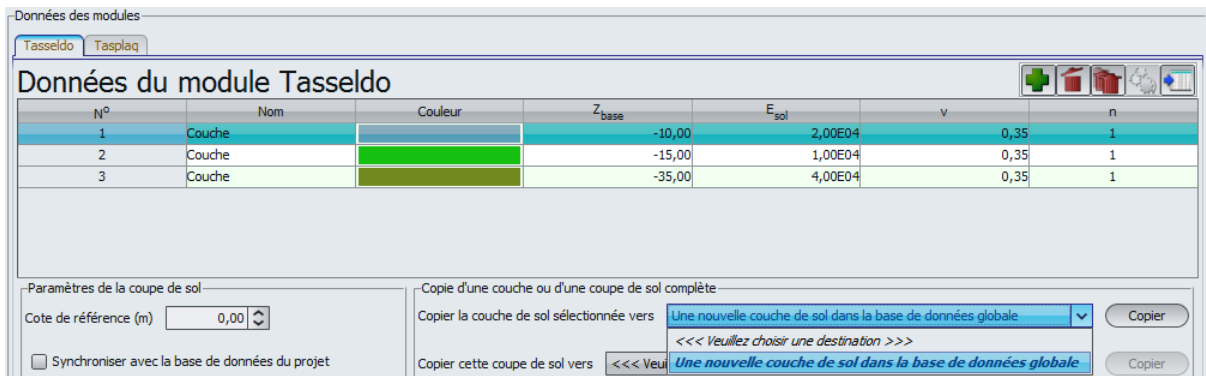

Figure C.46 : Base de données des sols - Option 'Copier la couche de sol sélectionnée vers'
- A droite, le cadre 'Copie d'une couche ou d'une coupe de sol complète' où il est possible de copier soit une couche, soit une coupe de sol complète vers la base de données du projet, la base de données globale, ou encore celle d'un module (cf Figure C.46).